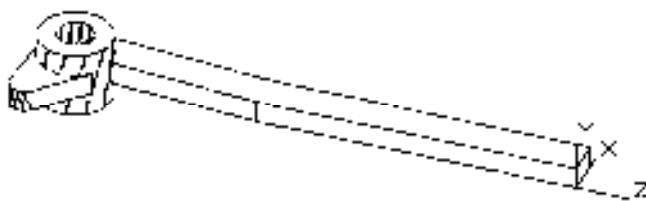

图 10-106 建立新坐标系
- ② 在命令行中输入“UCS”命令，将坐标系移动到把手端点，旋转坐标系，结果如图 10-106 所示。